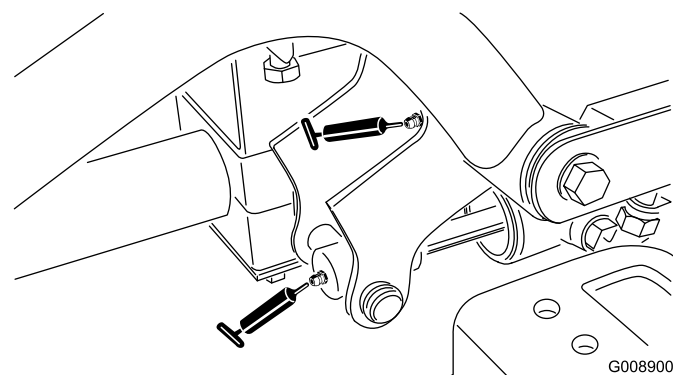

図 53
- ・ 右前昇降アームのピボット昇降シリンダ（2ヶ所）（図 53）